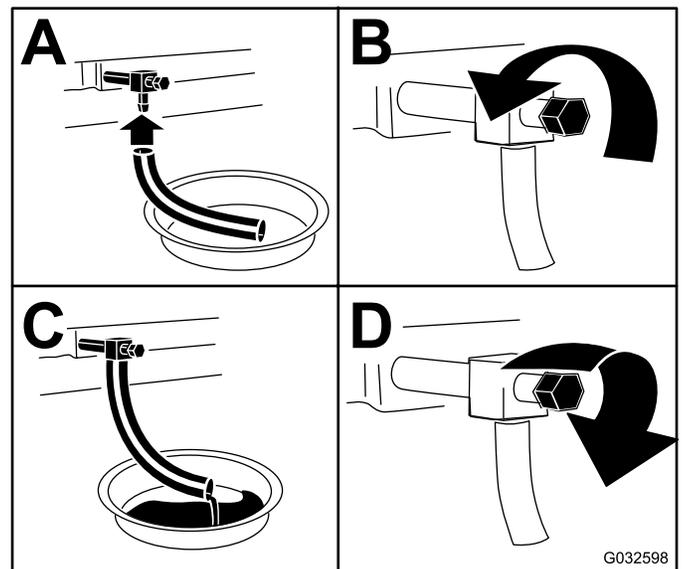

Figura 42
4. Mude o óleo do motor como se mostra na Figura 42.